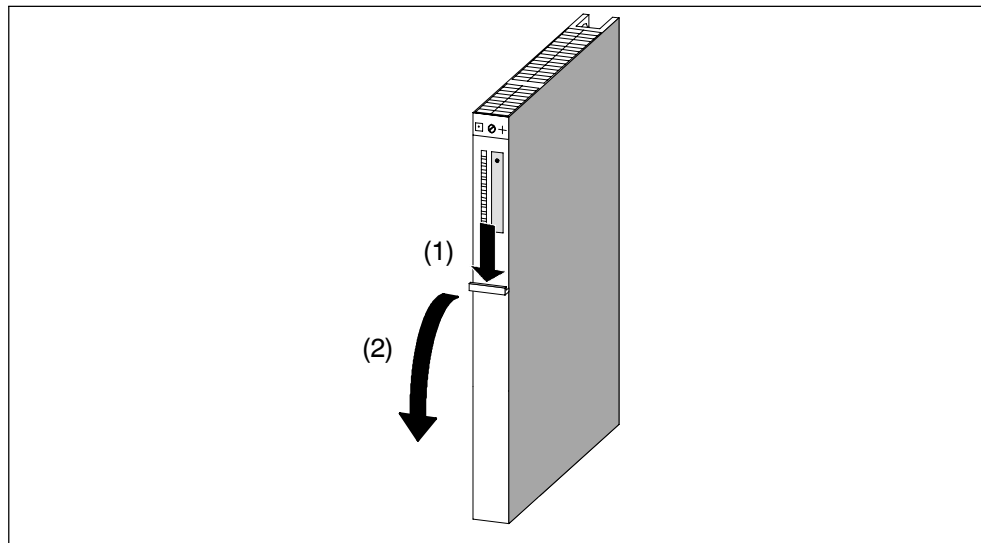

Bild 2-3 Abdeckhaube entfernen
2. Entfernen Sie ggf. die Abdeckhaube der Baugruppe (siehe Bild 2-3).